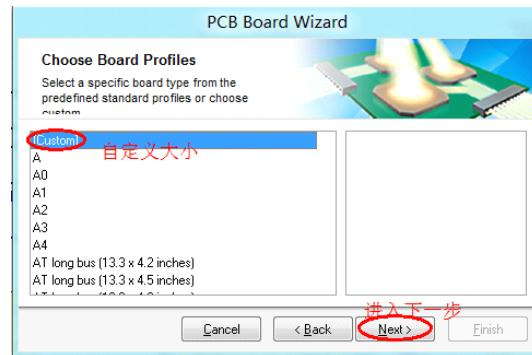

图 6-6.60 选择板子形状
**Step4:** 单击 Next 进入下一步，选择模板，在这里我们选择 Custom，自己定义板子大小。如图 6-6.60 所示。